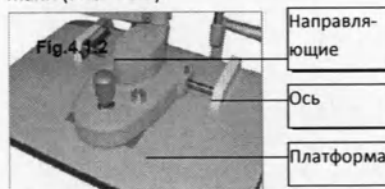

Рис. 4.1.2
**Очистка платформы скольжения, направляющих и осей роликов:** Загрязнение данных поверхностей затруднит горизонтальные и вертикальные перемещения микроскопа. Протирайте их с помощью чистой мягкой ткани (Рис. 4.1.2).